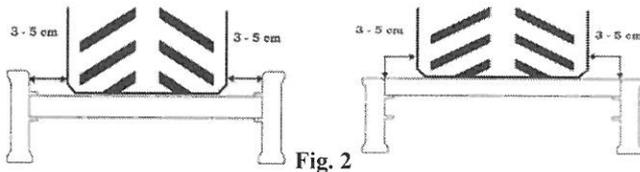

Fig. 2
- Verificar que el ancho de las rampas sea compatible con la de los neumáticos u orugas del vehículo. Entre cada borde y la rueda/oruga debe quedar un espacio de 3-5 cm (**Fig. 2**)